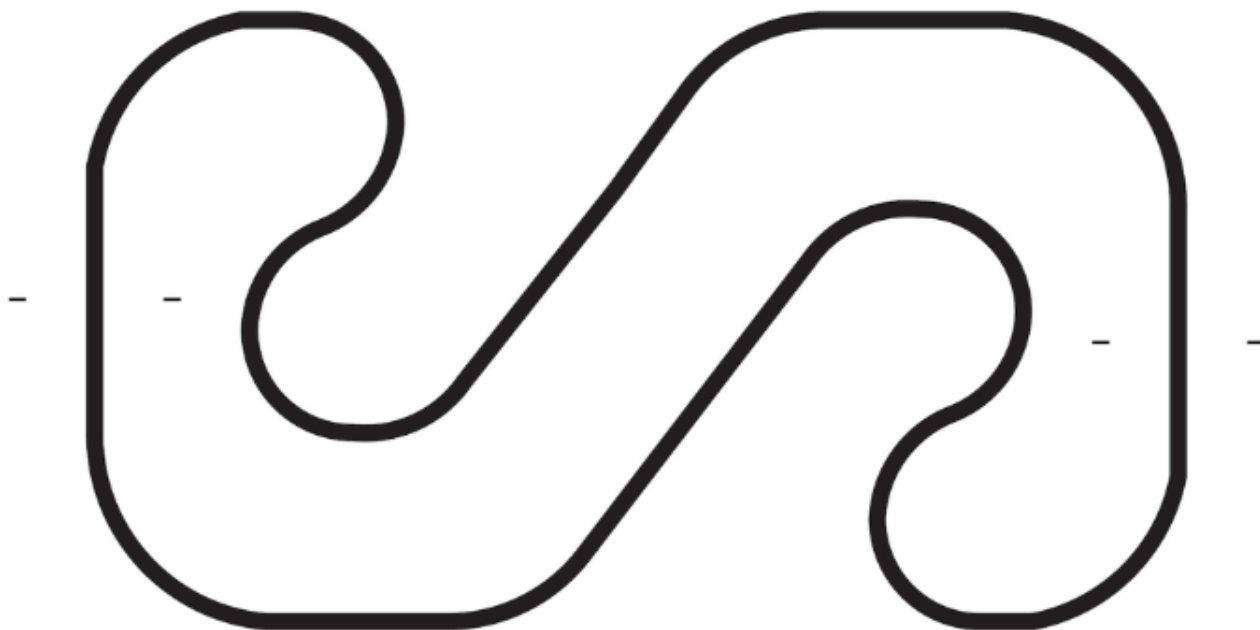

Рисунок 9. Пример полигона.
1. Полигон (рис. 9) представляет собой плоскую прямоугольную поверхность белого цвета, изготовленную из произвольного материала с нанесенной на нее черной линией. Опционально литой баннер плотностью 400-500 г/м².